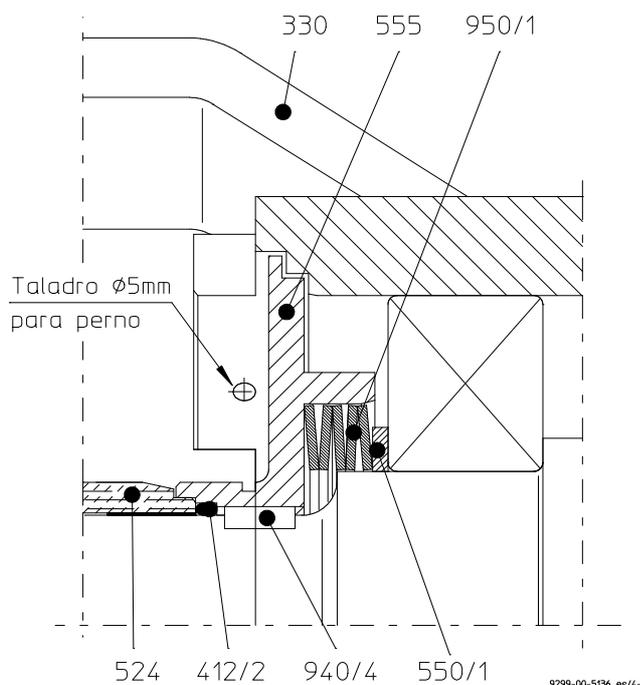

Figura 11
El disco de laberinto **555** deberá asegurarse antes del desmontaje del rodete mediante dos pernos. Para ello existen 2 orificios de Ø5mm en el soporte de cojinetes. El cierre mecánico quedará de esta forma aliviado. Véase la **Figura 11**.
- Atornillar la ayuda de montaje tuerca de rodete, en lugar del rodete **230**, lentamente en el extremo del árbol, presionar los muelles Belleville **950/1** hasta el tope. Retirar los pernos. Desenroscar la ayuda de montaje. Ahora se pueden retirar el disco de laberinto **555** y la junta tórica de retención **412/2**. Véase **Figura 11**.
Véase **Figura 11** en el **Apartado 7.7.1**.